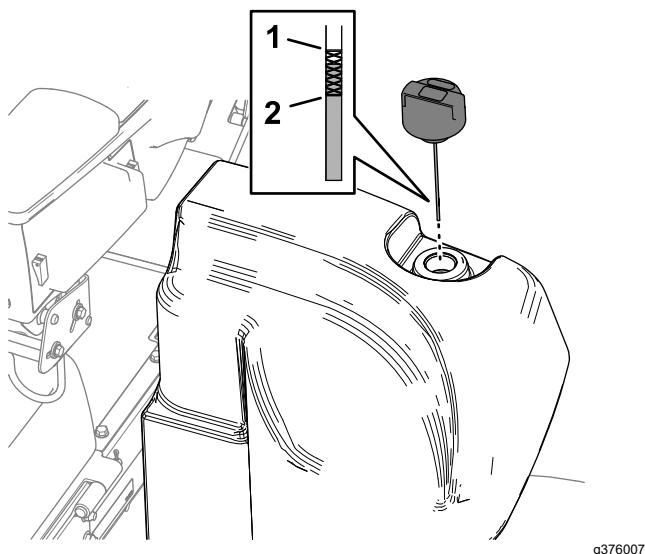

Figure 147
2. Nettoyez la surface autour du goulot et du bouchon de remplissage du réservoir hydraulique (Figure 147).